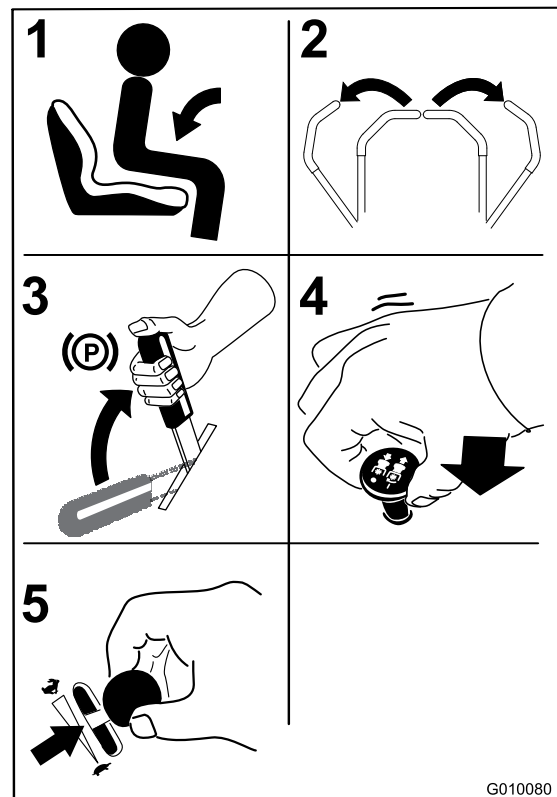

Bild 16
1. Nehmen Sie auf dem Sitz Platz (Bild 16).
2. Stellen Sie die Fahrtriabshebel in die arretierte Leerlauf-Stellung (Bild 16).
3. Aktivieren Sie die Feststellbremse (Bild 16); siehe Aktivieren der Feststellbremse“.
4. Stellen Sie den Zapfwellenantriebsschalter (ZWA) auf die Aus-Stellung (Bild 16).